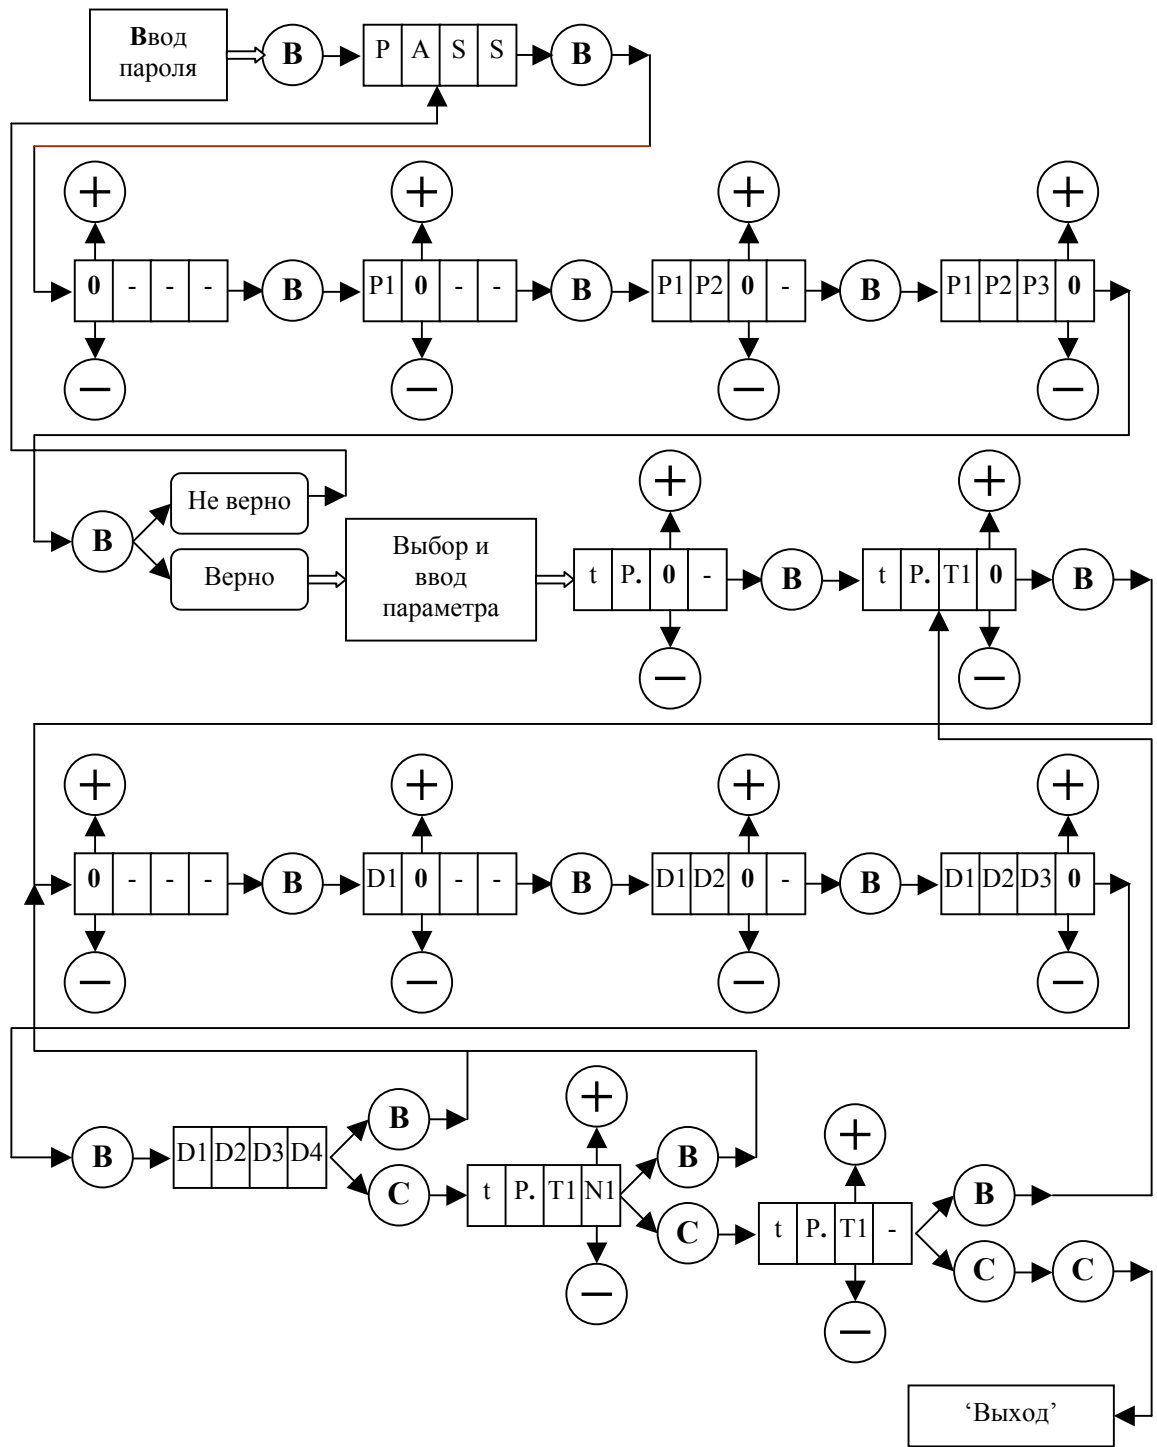

Рис. 5. Ввод параметров с помощью клавиатуры.
3.7.11.2. На **рис. 5** изображена диаграмма ввода параметров с помощью клавиатуры, где кружки с соответствующими надписями обозначают кнопки клавиатуры, причем буква **В** обозначает **ВВОД**, а буква **С** – **СБРОС**.